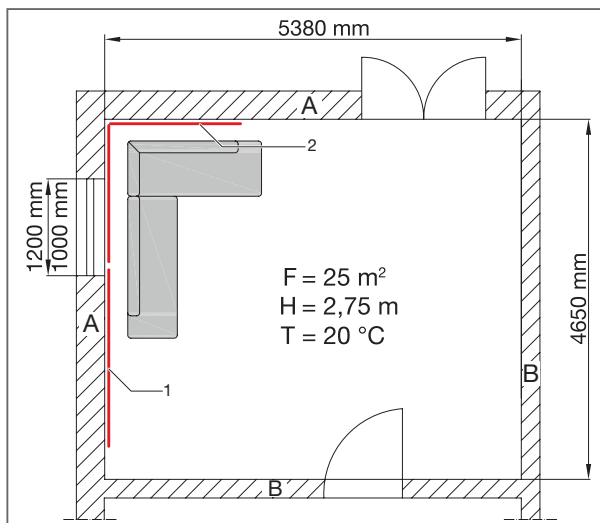

Abb. 182: Mögliche Anordnung der benötigten Wandheizregister
- Aufteilung in etwa gleich große Heizkreise: $5,0 \text{ m}^2$ und $5,2 \text{ m}^2$, mögliche Anordnung, siehe Abb. 182.